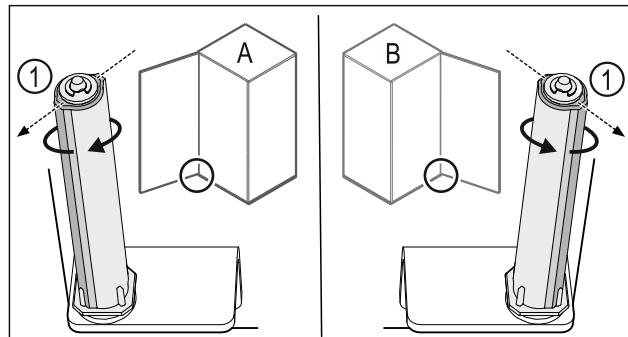

Fig. 57 Butée à gauche (**A**) / butée à droite (**B**)
- Tourner le système de fermeture contre la résistance jusqu'à ce que son arête Fig. 57 (1) pointe vers l'extérieur.